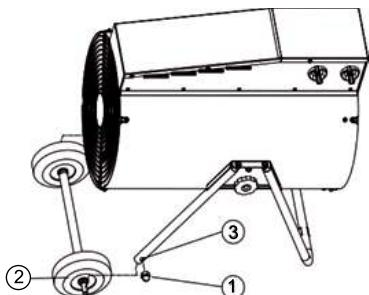
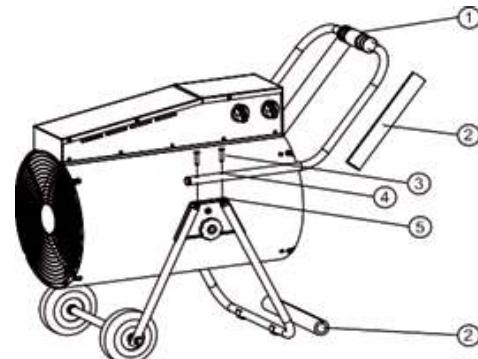

Рис. 7
Рис. 8
Открутить самоконтрящиеся гайки M10 (1) с колесной оси (2). Вставить ось с колесами в сборе (2) в отверстия опоры (3) и закрутить до упора самоконтрящиеся гайки M10(1) с двух сторон оси (Рис.7).
После монтажа колесной оси установить тепловую пушку на опору (Рис. 7). Отверстия (4) на ручке (1) совместить с резьбовыми гайками (5) на колесной опоре и закрутить винты (3). Снять транспортировочные изолаторы (2). Прибор готов к использованию. (Рис.8)